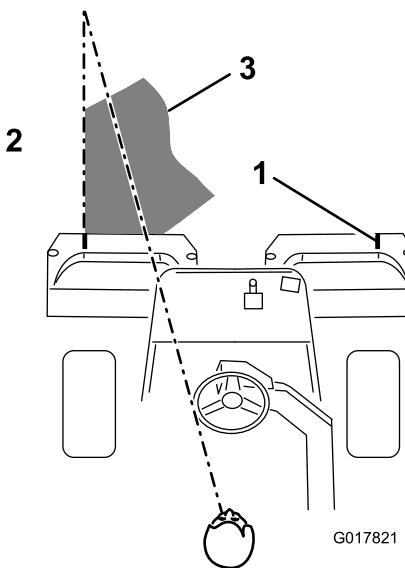

Figura 40
3. Durante le passate di ritorno sovrapponete uno spazio minimo alla falciatura precedente. Per tosare in linea retta il green e mantenere la macchina alla medesima distanza dal bordo della falciatura precedente, immaginate una linea da 1,8-3 m circa davanti alla macchina fino al bordo della sezione di green da tosare (Figura 40). Potrebbe essere utile includere nella linea di collimazione il bordo esterno del volante, vale a dire, tenere allineato il bordo del volante con un punto che si trovi sempre alla stessa distanza dalla parte anteriore della macchina (Figura 40).